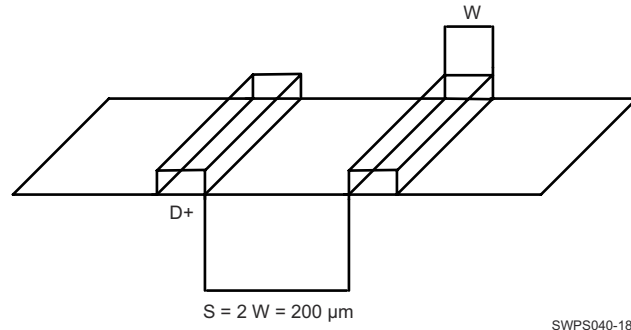

图 8-1. 接地防护图示
- 对于等于  $W$  的线宽，两线之间的间距至少必须为  $W$ 。这可以尽可能地减少了不同线路间开关信号间的串扰。在 PCB 上，这无法在任何地方实现（例如，当从器件封装中断开信号时），但建议尽可能遵循此规则。违反该准则时，应尽量缩短彼此平行的布线长度（请参阅图 8-1）。